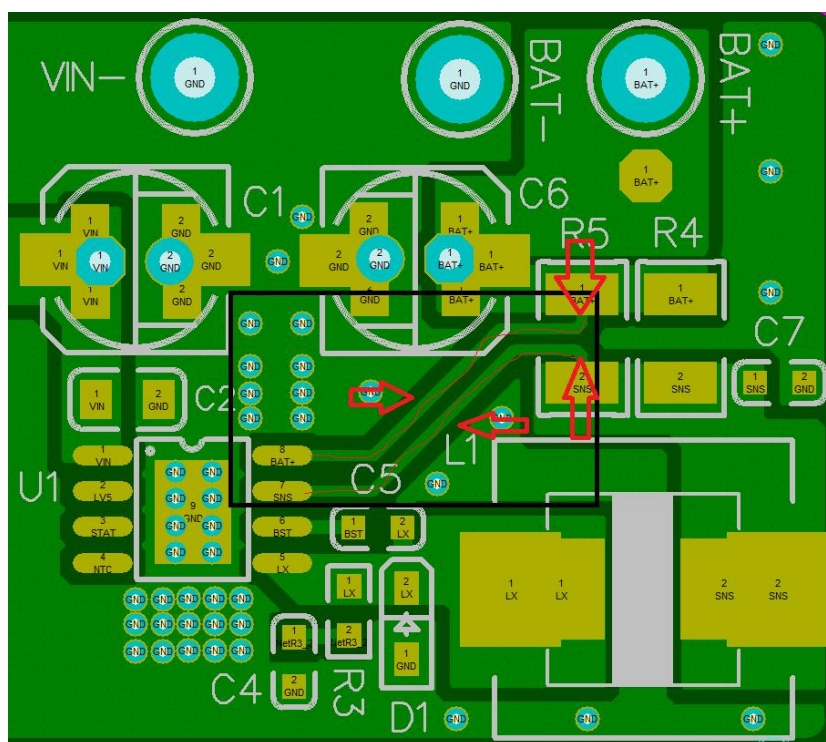

图 4
3. 芯片的第 5 脚是输出大电流，需要加粗走线，第 7 和 8 脚是取样功能，不需要经过大电流，所以不需要加粗走线。但是需要采用开尔文式布线，分别单点接到恒流设置电阻 R4 或 R5 两端的焊盘。如下图 4 所示：